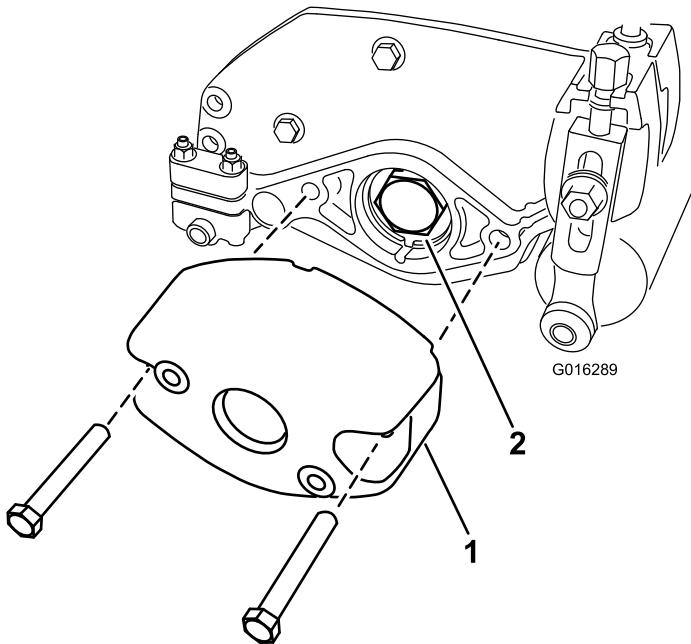

Рисунок 2
- Снимите два болта и гайки, которые крепят противовес к правому концу режущего блока. Снимите противовес (Рисунок 2).
- Снимите с вала барабана гайку подшипника (Рисунок 2).